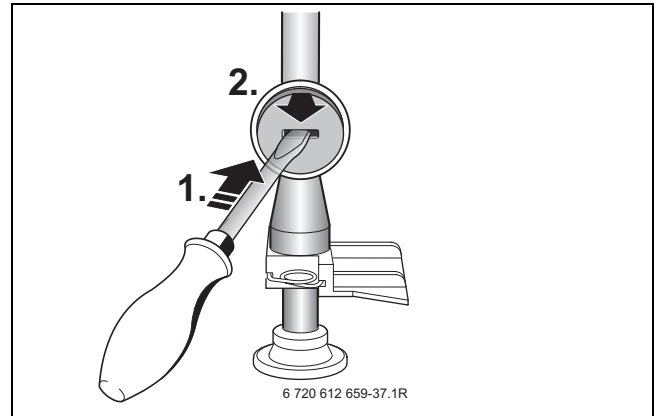

Fig. 50
- ▶ Togliere il sigillo presente sulla valvola di regolazione della portata gas (fig. 50).